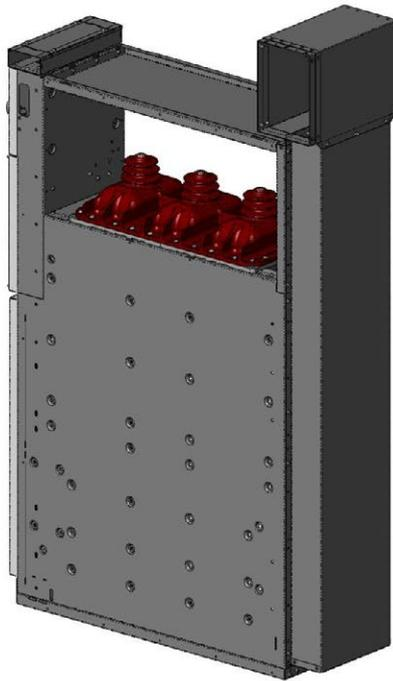

Figura 77. Condotto di sfogo dei gas installato
- d) Montare il condotto orizzontale al condotto verticale. Inserire le viti e i dadi come mostra la figura 77 (4 viti Torx M6x12, barra di supporto e 2 dadi esagonali M6).